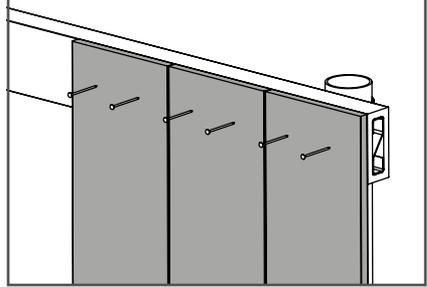

Fig. 29
3. Cuando llegue al último tablero del tramo, mida la abertura que queda antes de montarlo, como se muestra en la Fig. 29.